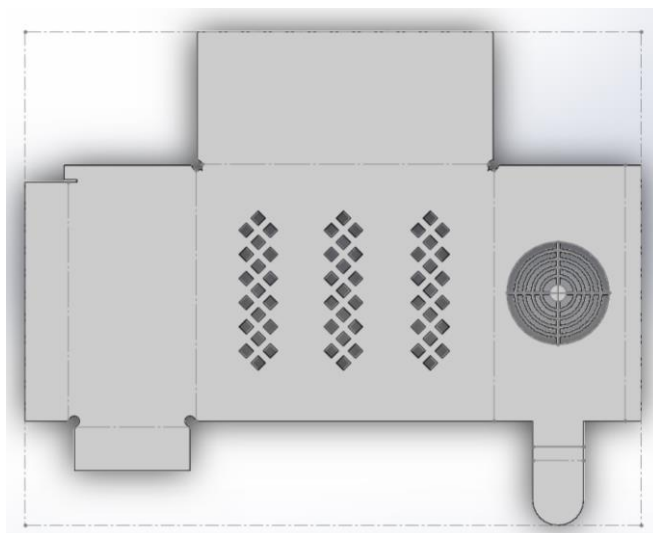

Рисунок 5.23 – Розгортка деталі
1. Для того, щоб створити розгортку спроектованої деталі, необхідно вибрати команду **Розгортка**  на панелі **Листовий метал** (рис. 5.23).